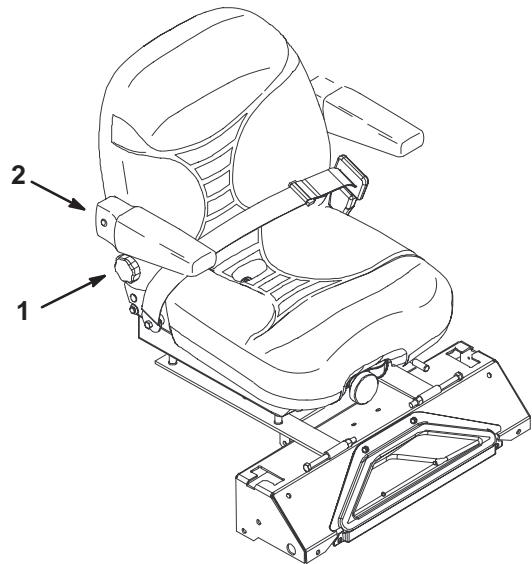

Figure 26
1. Pour ce faire, tournez le bouton situé sous l'accoudoir droit dans un sens ou dans l'autre pour obtenir la position la plus confortable (Fig. 26).